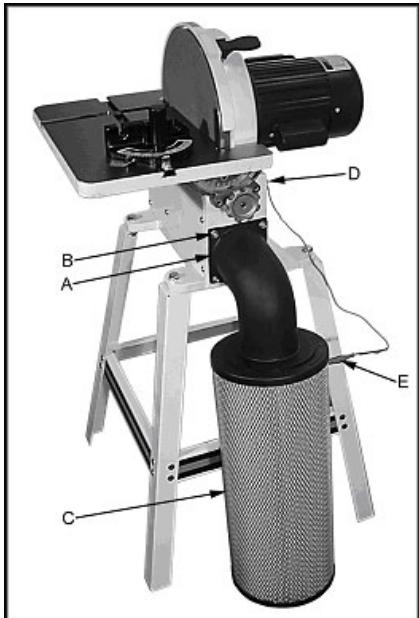

Рис. 5
Смонтируйте отвод трубы (A, рис. 5) с использованием оригинального уплотнения и винтов (B).